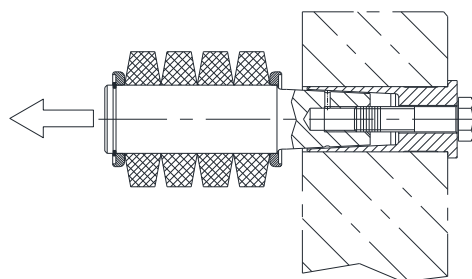

図 20: ピンの取外し
- スパナを使用してボルトをゆっくりとピンの中へ締め込んで下さい。ピン内部の穴を通じてグリースがピンとブッシュ(部番 4 または部番 6)の間に浸透します(図 20 をご参照)。